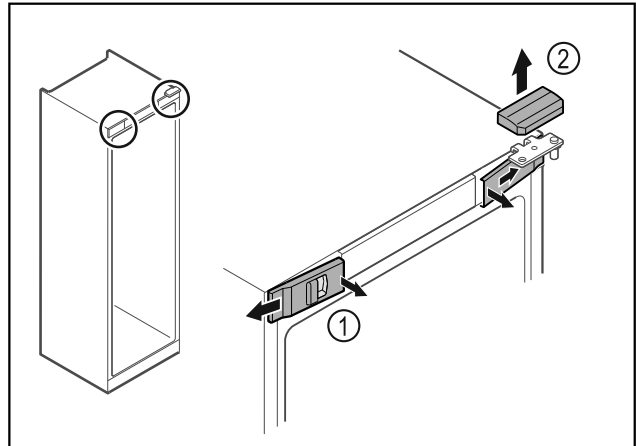

Fig. 4
- Décrocher les caches avant Fig. 4 (1) du côté intérieur et les retirer vers l'extérieur.
- Retirer le cache supérieur Fig. 4 (2) vers le haut.